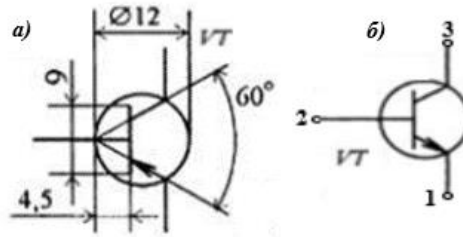

Рис. 9
**Вопрос 16.** Условное обозначение биполярного транзистора приведено на рис. 9а. Определите правильное обозначение выводов на рис 9б.